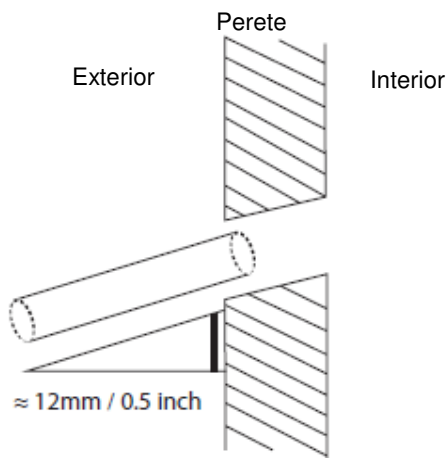

Fig. 6.5
3. Folosind un cap de carotieră de 65 mm (2,5”), faceți o gaură în perete. Asigurați-vă că gaura este efectuată la un unghi înclinat ușor în jos astfel încât capătul exterior al găurii să fie mai jos decât capătul interior cu aproximativ 12 mm (0,5”). Aceasta va asigura evacuarea corectă a apei (consultați Fig. 6.5). Așezați în gaură manșonul de protecție pentru perete. Acesta protejează marginile găurii și o etanșează la finalul instalării